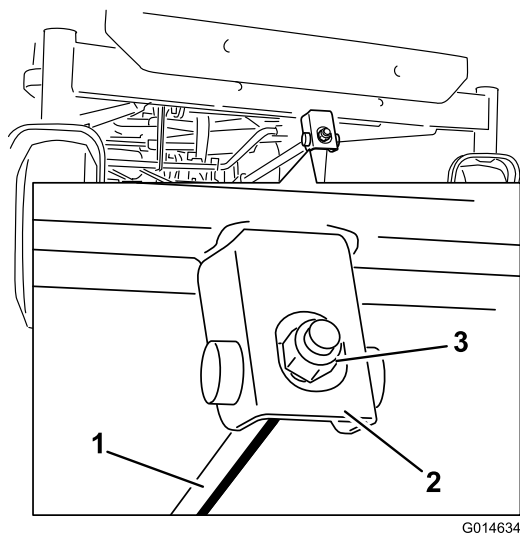

Figure 58
6. Pour régler l'inclinaison avant/arrière des lames, tournez l'écrou de réglage à l'avant du tablier de coupe (Figure 58).